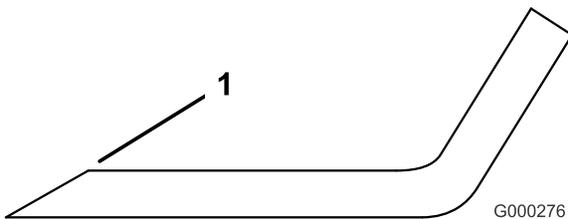

Figura 98
1. Utilice una lima para afilar el filo de corte en ambos extremos de la cuchilla (Figura 98).